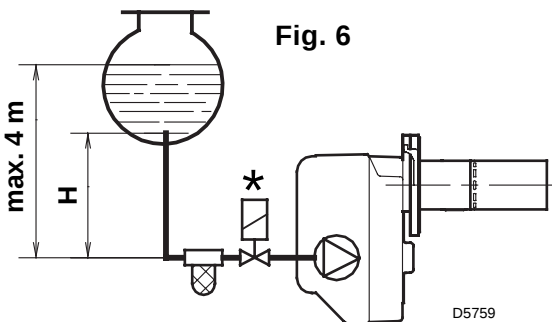
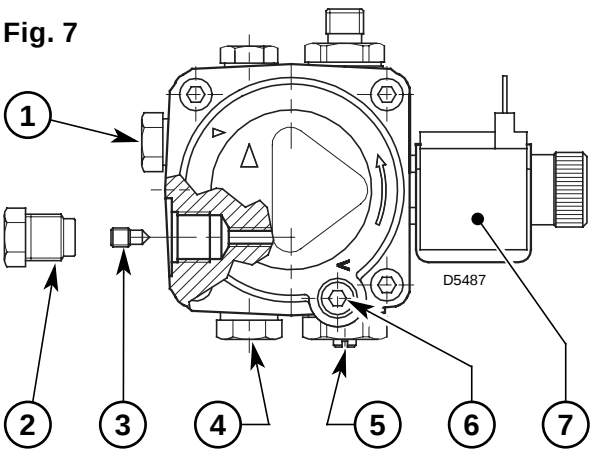

Fig. 6
Fig. 7
- La pompe est prévue pour un fonctionnement en bitube. Pour le fonctionnement en mono-tube, il faut dévisser le bouchon de retour (2), enlever la vis de by-pass (3) et ensuite revisser le bouchon (2), (voir fig. 7).
Dans l'installation en fig. 6, il faut desserrer le raccord du vacuomètre (6, fig. 7) jusqu'à la sortie du combustible.